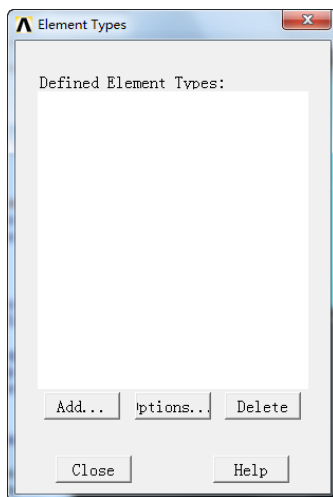
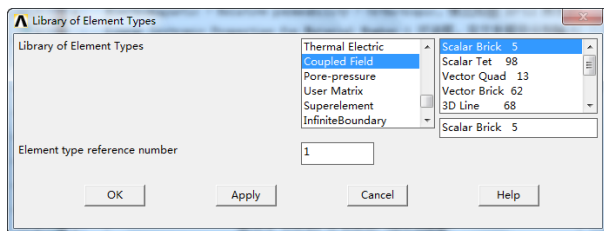

图 10-8 “Element Type” 对话框
图 10-9 “Library of Element Types” 对话框
④选择单元类型: Main Menu > Preprocessor > Element Type > Add/Edit/Delete, 弹出如图 10-8 所示的“Element Types”对话框, 单击“Add”按钮, 又弹出如图 10-9 所示的“Library of Element Types”对话框, 在列表框中分别选择“Coupled Field”和“Scalar Brick 5”, 单击“OK”按钮。然后单击图 10-8 的“Close”按钮关闭该对话框。